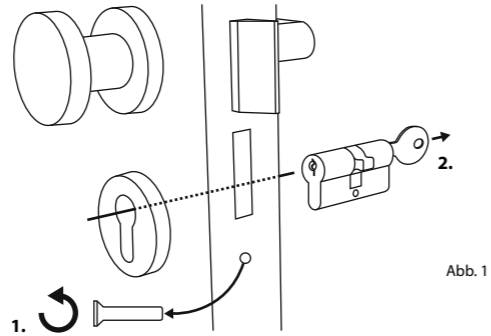

Abb. 1
- Entfernen Sie den vorhandenen Türschloss-Zylinder, indem Sie die Stulpschraube in der Tür lösen und den Zylinder mit eingestecktem Schlüssel herausziehen (Abb. 1).